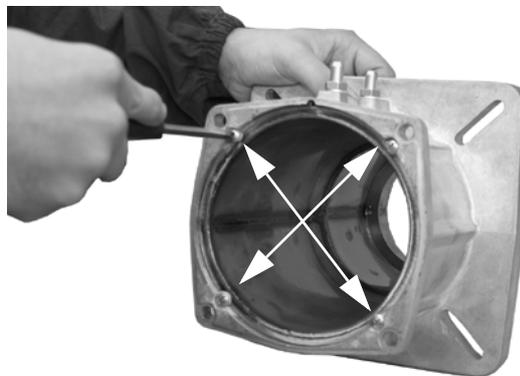

Fig. 5
- 3 Retirez les 4 vis qui fixent la buse à la bride de la buse (Fig. 5).